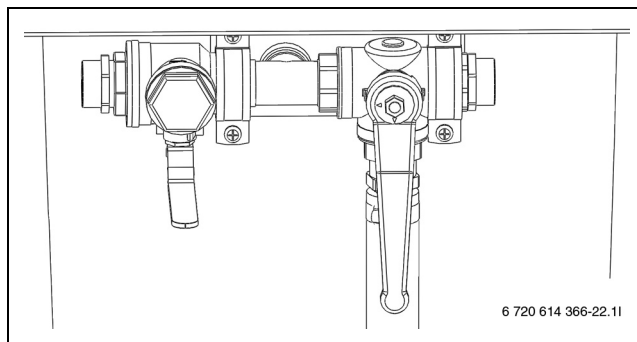

Рис. 15 Заполняющая станция в положении смешивания
- Установите краны заполняющей станции в положение смешивания (→ рис. 15).